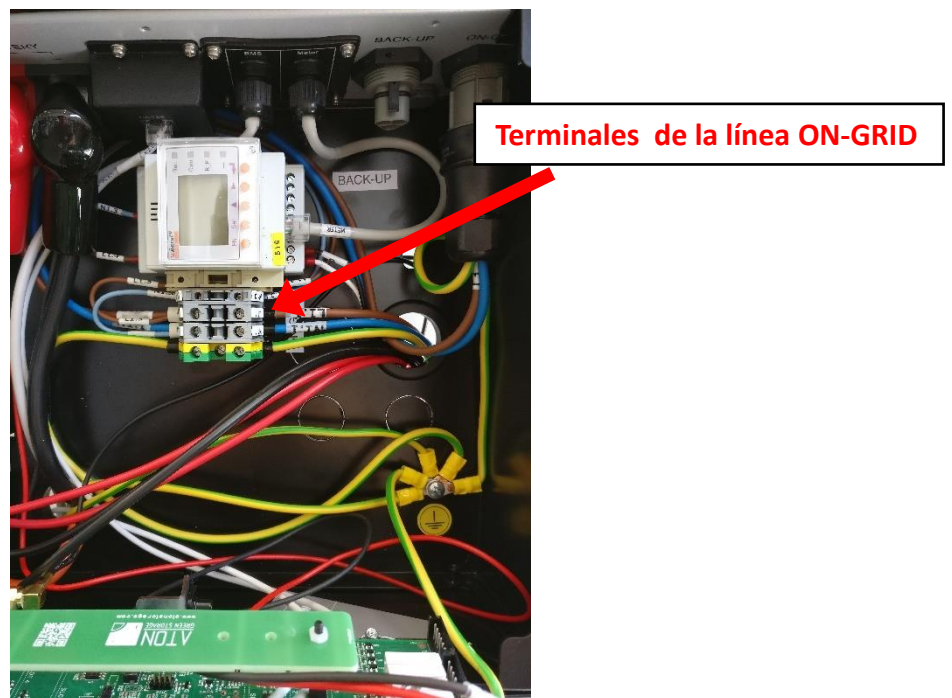

Figura 55 – Conexión línea ON-GRID
6. Conecte la línea ON-GRID a los terminales siguiendo las instrucciones de los diagramas eléctricos y de Figura 55: